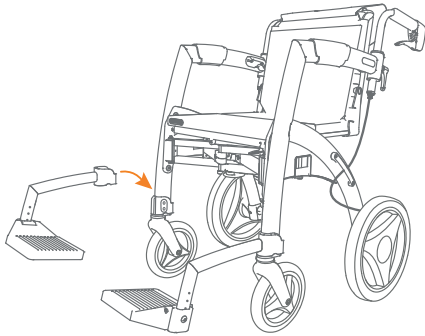

Figura 39: Colocar reposapiés
e. Los reposapiés se encuentran en la bolsa de la silla de ruedas. Coloca los reposapiés en la parte delantera del Rollz Motion en los soportes de los reposapiés. Deje que se deslicen hacia abajo desde la parte superior de los soportes de los pies (**Figura 39**). ¿No se deslizan los reposapiés suavemente sobre los porta pies? Entonces no aplique ninguna fuerza. Tráelos de vuelta e inténtalo de nuevo.